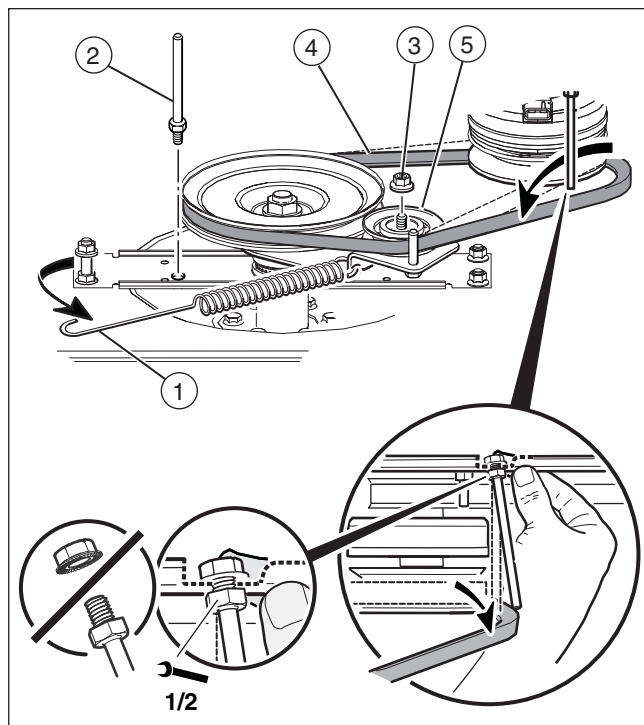

Figure 34
2. Déconnecter le ressort d'extension (1) du montant de plateau de coupe de la tondeuse.
3. Desserrer le guide de courroie (2) de la poulie motrice (voir la **Figure 34**).
4. Retirer l'écrou à embase (3) du dessus de la poulie de tension (4) et retirer la poulie de tension.
5. Retirer la courroie d'entraînement de la tondeuse (D).